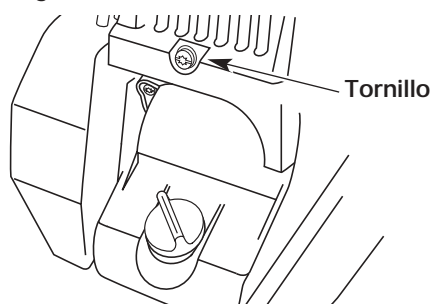

Fig. 69
3. Saque el tornillo que está detrás de la cubierta del motor (Fig. 69).